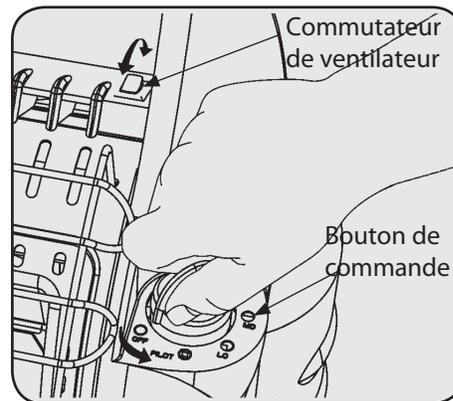

Figure 1
1. Assurez-vous que le bouton de commande quatre positions est la position « OFF » (voir figure 1).
- (2) 1 LB. bouteilles de propane sont nécessaires pour utiliser le radiateur en position (HI).**
11. Pour augmenter la circulation de la chaleur, activez l'interrupteur de ventilateur rouge. L'interrupteur de ventilateur est situé juste à gauche de la poignée latérale du bouton de commande. Voir Figure 1.
1. Assurez-vous que le bouton de commande à quatre positions est à la position "OFF (Arrêt)". Voir Figure 1.
12. Pour une circulation de chaleur supplémentaire, activez le commutateur rouge du ventilateur. Le commutateur de ventilateur est situé juste à gauche du support de poignée latérale du bouton de commande. Voir la Figure 1.